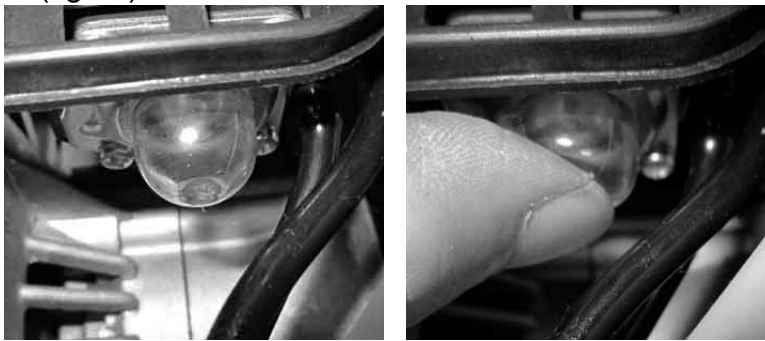

Fig.12
- 1) Presione la bomba de combustible varias veces hasta que se llene de combustible. (fig.12)